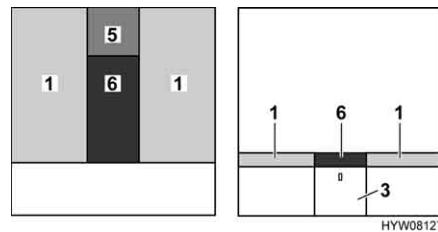

Fig. 69 Après la transformation
- Placer le coussin supplémentaire (Fig. 69,5) sur le petit meuble de nuit.
- Placer le coussin supplémentaire (Fig. 69,6) entre les matelas (Fig. 69,1).